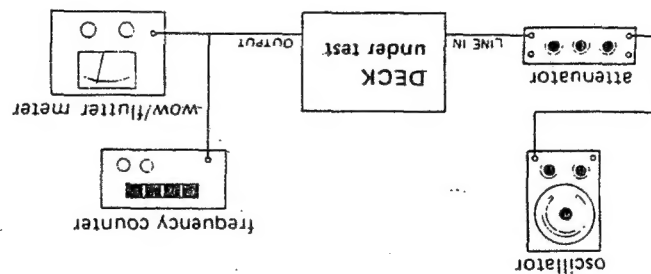

Fig. 4-1
1. Connect a wow-and-flutter meter to the deck as shown in fig. 4-1.
1. 図 4-1 のようにワウ・フラッターメータを接続する。
1. Connect a frequency counter to the deck as shown in fig. 4-1.
1. 図 4-1 のように周波数カウンタを接続する。